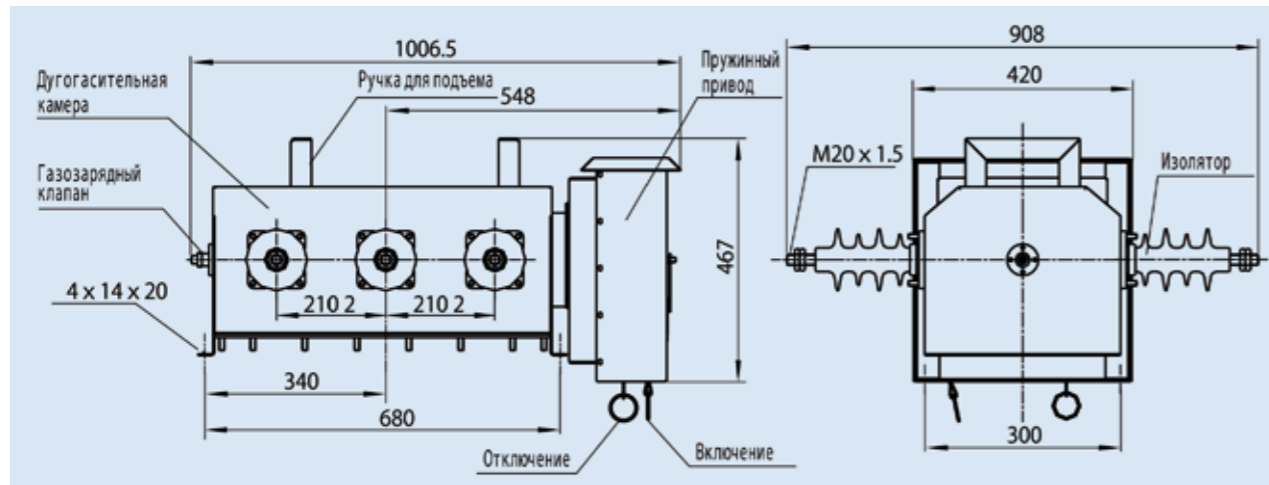

Рис. 6.1 Внешний вид и размеры выключателя LW3-12
6. Внешний вид и размеры (см. рис. 6.1)